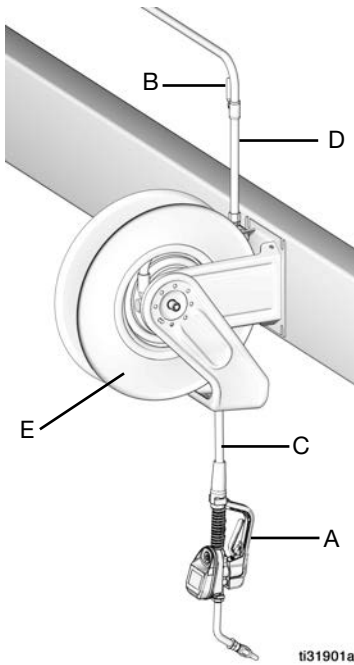

FIG. 4
L'installation type illustrée à la FIG. 4 ne constitue qu'une indication. Il ne s'agit pas du schéma d'un système complet. Contacter votre distributeur Graco pour concevoir un système adapté à vos besoins.
2. Fermer la vanne d'arrêt de fluide (B, FIG. 4, page 9).
1. Fermer la vanne d'arrêt de fluide (B, voir Fig. 4, page 9) à chaque point de distribution.
4. Ouvrir lentement la vanne d'arrêt (B) du fluide au point de distribution. Rincer une quantité d'huile suffisante de façon à ce que le système soit entièrement propre ; puis refermer la vanne.